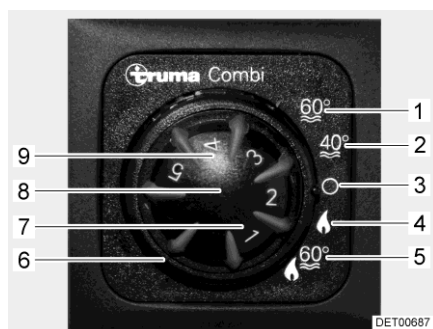

Bild 80 Kontrollenhet
- Välj driftläge: ■ Respektive driftläge ställer man in med hjälp av vridströmställaren (Bild 80,6).
Vid vinterdrift "värmesystem och varmvattenberedning" (Bild 80,5) värms även varmvattnet automatiskt när värmesystemet sätts på. Om värmen stängs av för att den önskade rumstemperaturen är uppnådd fortsätter uppvärmningen av varmvattnet tills vattentemperaturen uppnåtts.
Värmesystemet kan vid driftläge "endast värmesystem" (Bild 80,4) köras med tom varmvattentank.
- Ställ temperaturvredet (Bild 80,8) på kontrollenheten i önskat värmläge.
- Ställ in vridströmställaren (Bild 80,6) på vinterdrift "endast värmesystem" (Bild 80,4) eller på vinterdrift "värmesystem och varmvattenberedning" (Bild 80,5).
Den gröna kontrollampan (Bild 80,7) lyser.
- Slå från: ■ Ställ vridströmställaren (Bild 80,6) på "O" (Bild 80,3).
- Ställ vridströmställaren (Bild 80,6) på kontrollenheten (Bild 80) på "sommardrift" (Bild 80,1 eller 2).
Den gula kontrollampan (Bild 80,9) lyser under uppvärmningsfasen. När den inställda vattentemperaturen är uppnådd är uppvärmningsfasen avslutad och den gula kontrollampan slocknar.
Vid störning lyser kontrollampan (Bild 80,9) på kontrollenheten rött (se avsnitt 15.5).
- Ställ vridströmställaren (Bild 80,6) på kontrollenheten (Bild 80) på "O".